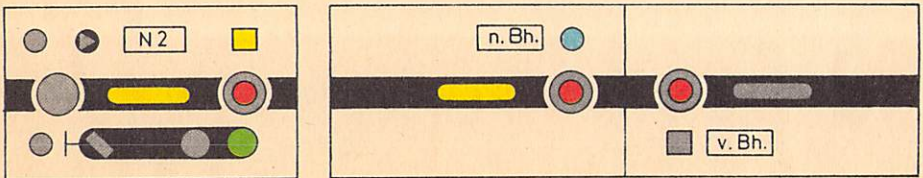

Bild 5
- b) Wechselt ein zu einem Ausfahrblockabschnitt gehörendes Hauptsignal auf Fahrt, leuchtet der Ausfahrsperrmelder blau (vgl. Bild 5).